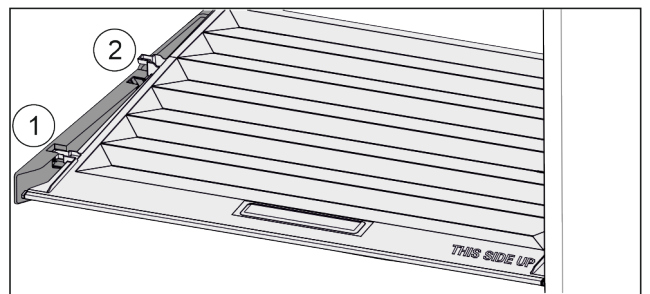

Fig. 24
- ▶ Издърпайте напред Fig. 24 (1) капака до отвора в задържащите части.
- ▶ Повдигнете го отзад отдолу и отстранете Fig. 24 (2) нагоре.